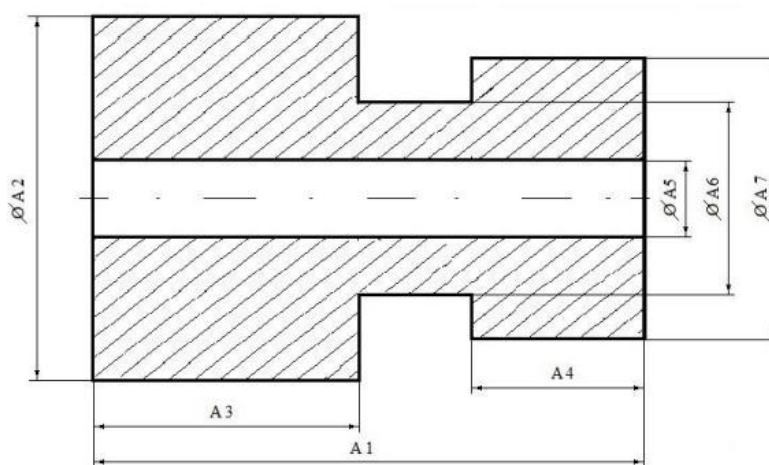

Рисунок 4.13 – Чертеж детали
2. По чертежу детали (рисунок 4.13) определить заданные контролируемые размеры согласно своему варианту (таблица 4.8).